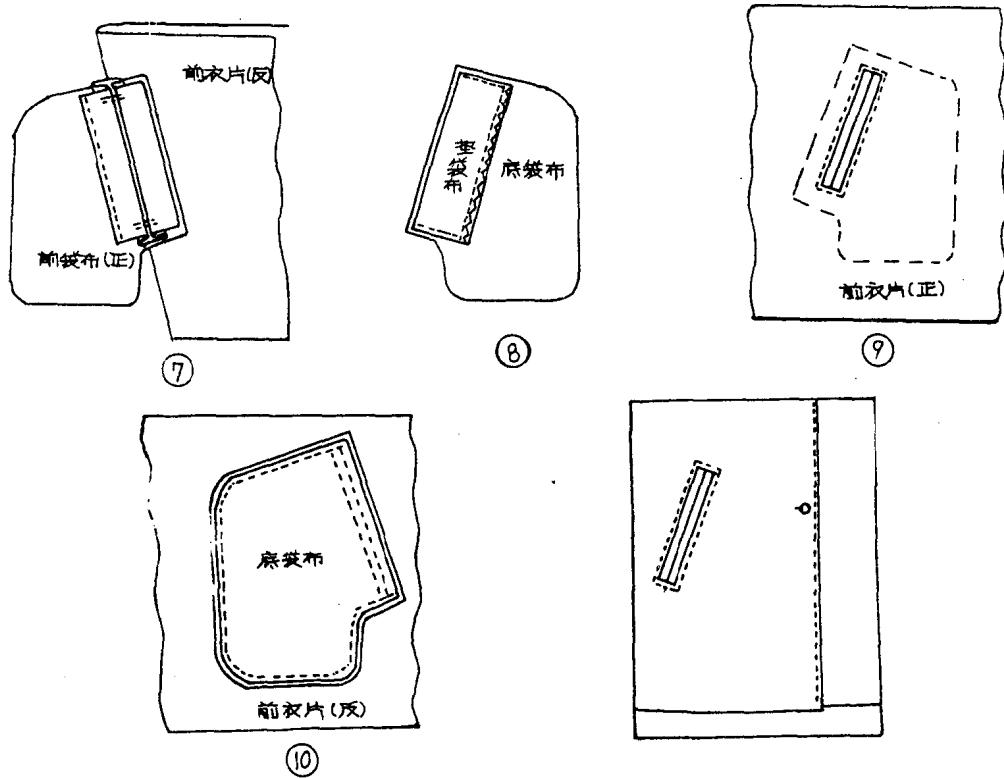

图1-23
**双开线斜插袋制做方法 见图1-23(系列演示图(1)-(10))**
- (1) 前袋布与前衣片反面在袋开口位处对齐固定。
- (2) 开袋布片反面粘衬，与前衣片正面开袋口位对齐，沿开口四周车缝缝线。剪开口。
- (3) 开袋布翻进反面。
- (4) 将开袋布折成双开线熨烫平。
- (5) 在前衣片反面袋开口处将前袋片与开袋布车缝固定好。
- (6) 将开口三角封好。
- (7) 沿开线片边缘与前袋布车缝一道，缝份1cm。